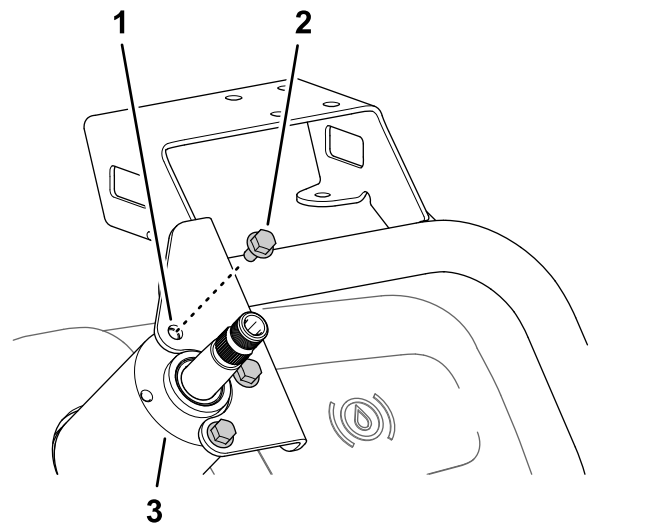

Figure 160
2. Fixez le support du moniteur sur le boîtier de la valve de direction (Figure 160) à l'aide des 3 boulons à embase (6 x 12 mm).